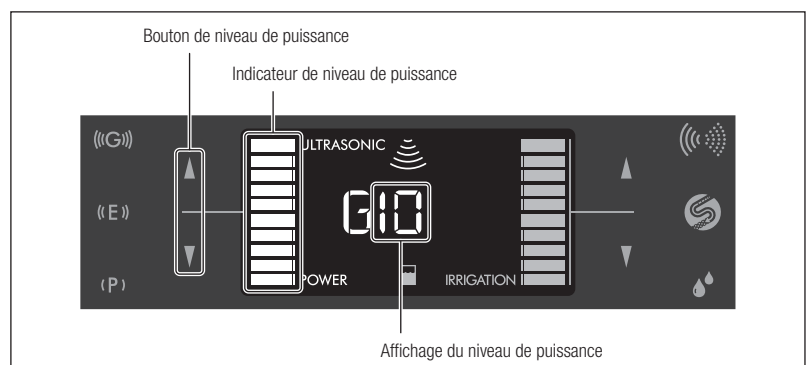

Fig. 20
- Appuyez sur le bouton de niveau de puissance (▲/▼) pour régler le niveau de puissance. L'affichage et l'indicateur de niveau de puissance augmentent ou décroissent en fonction du niveau sélectionné (Fig. 20).